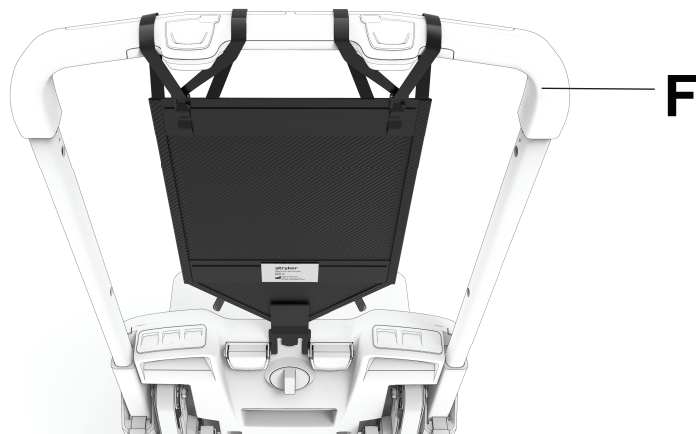

図 33 – ヘッドサポート ( オプション ) を取り付けた状態
5. グラブバー ( F ) の高さを調整して、患者の頭部がヘッドサポートに載るようにします ( 図 33 )。